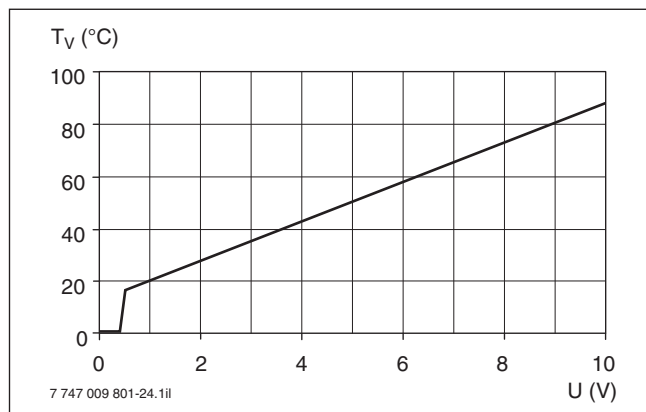

Bild 43 Kennlinie Störmeldemodul EM10 (Sollwerte)
Anhand eines 0 ... 10-VDC-Signals ist eine Steuerung über die Vorlauftemperatur oder über die Leistung möglich (→ Bild 43).
- Ansteuerung des Gas-Brennwertgeräts mit einem externen 0 ... 10-V-Gleichspannungssignal über das 0 ... 10-V-Gleichspannungssignal wird dem Gas-Brennwertgerät eine Vorlauftemperatur vorgegeben (Diagramm → Bild 43).